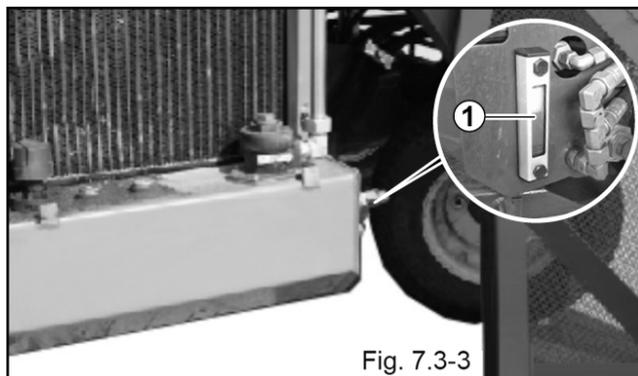

Fig. 7.3-3
Il serbatoio dell'olio è integrato nel telaio e si trova sul lato sinistro della macchina (fig. 7.3-3). È possibile verificare il livello dell'olio idraulico grazie all'indicatore di livello (1) sulla destra del serbatoio.